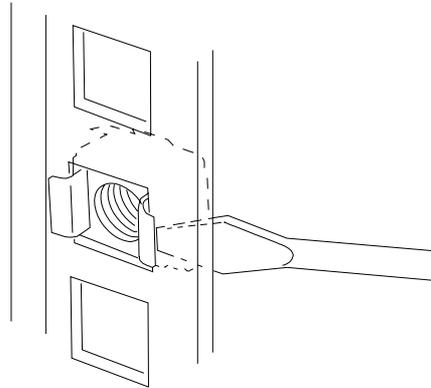

Figure 31: Insertion d'un écrou à cage
- Insérez deux écrous à cage (F) tel que représenté dans l'illustration : un dans l'orifice juste au-dessus du rail de support et l'autre huit orifices plus haut. Insérez les écrous à cage dans le rail de montage avant comme suit (*cf. "Figure 31: Insertion d'un écrou à cage"*) :